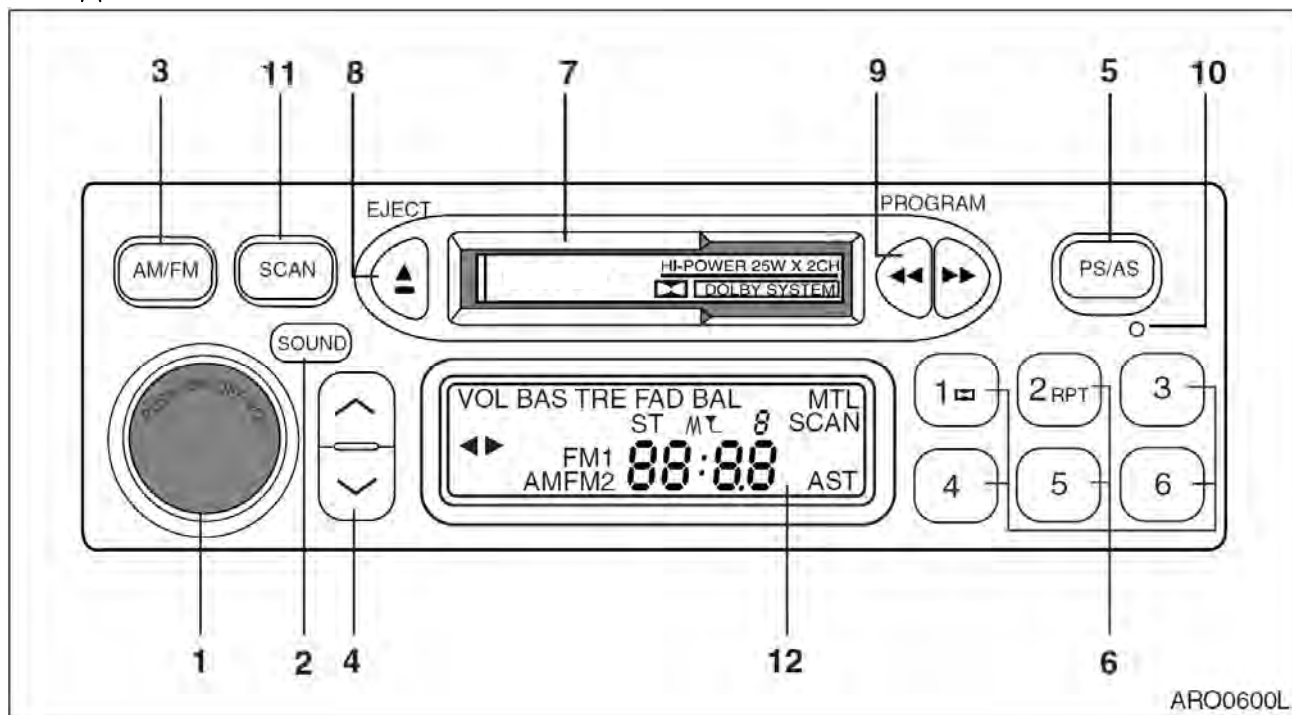

Рис. 71
1. Повернуть ключ стартера во включенное положение (ON).
2. Нажать кнопку вкл./выкл. питания (1, рис. 71).
4. Задать код зоны (использовать кнопку предустановки станций 6, рис. 71).
6. Задать код безопасности "1156" (использовать кнопку предустановки станций 6, рис. 71).
Для быстрого поиска следующей принимаемой станции на более низкой частоте нажать вниз кнопку (4) (9, рис. 71) более 0,5 секунды. Для быстрого поиска следующей принимаемой станции на более высокой частоте нажать вверх кнопку (4) (9, рис. 71) более 0,5 секунды.
Для увеличения или уменьшения частоты нажать кнопку (4) вверх или вниз (9, рис. 71) менее чем на 0,5 секунды. Частота в диапазоне AM меняется с шагом 9 кГц, частота в диапазоне длинных волн (LW) меняется с шагом 1 кГц, а в диапазоне FM - 50 кГц.
Для быстрой перемотки пленки вперед нажать кнопку быстрой перемотки вперед (9, рис. 71). На ЖКД начнет мигать индикатор направления движения пленки. Когда пленка перематается до конца, она автоматически изменит направление движения, и начнется воспроизведение записи на другой стороне. Чтобы остановить быструю перемотку, нажать кнопку обратной перемотки (9, рис. 71).
Для обратной перемотки пленки нажать кнопку обратной перемотки (9, рис. 71). На ЖКД начнет мигать индикатор направления движения пленки. Когда пленка полностью перематается назад, начнется воспроизведение записи на той же стороне. Чтобы остановить обратную перемотку, нажать кнопку перемотки вперед (9, рис. 71).
Для перехода к воспроизведению второй стороны пленки при воспроизведении первой стороны нажать одновременно кнопки перемотки вперед (9, рис. 71) и назад (9, рис. 71).